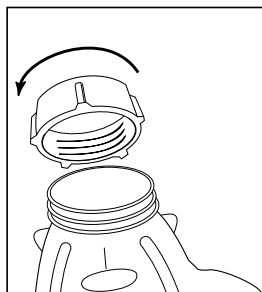

FIGURE 4
5. Enclencher la bague dans l'anneau de fixation. Mettre la bague par-dessus de la bague, les aligner avec les crans du récipient. (*Remarque :S'il y a des rainures sur le dessus de la bague, aligner-les avec les crans du récipient.*) Mettre la bague sur le récipient et visser l'anneau de fixation dans le sens des aiguilles d'une montre pour bien la fixer. (Figure 4)